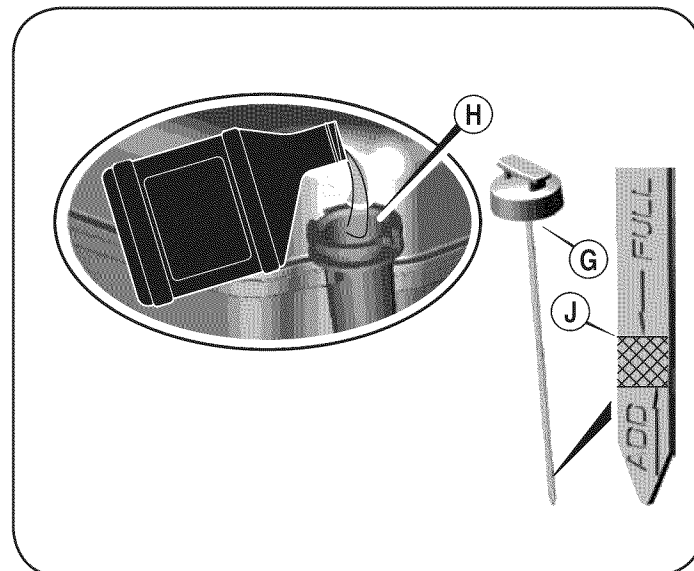

Figura 12
1. Saque la varilla del nivel de aceite (G). Vea la Figura 12.
2. Con la cortadora de césped ubicada en suelo nivelado, vierta el aceite lentamente por dentro del tubo de llenado de aceite del motor (H).
3. Coloque y ajuste la varilla indicadora. Luego quítela para revisar el nivel de aceite. Vea la Figura 12.